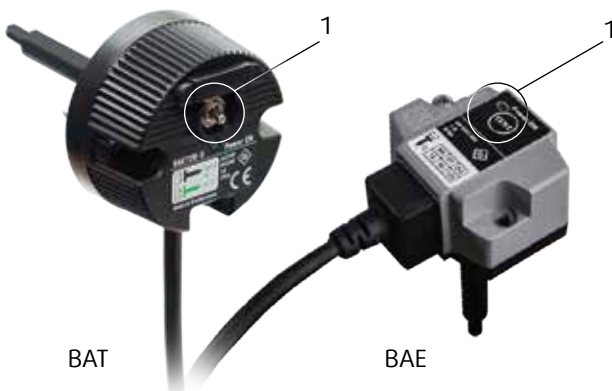

Fig. 63: Elektrothermische zekering
2. Druk op de bedieningsschakelaar (1) op de thermische zekering (Fig. 63) en houd deze ingedrukt tot de brandklep volledig gesloten is – de pijl op de servomotoras moet de stand 90° aangeven.